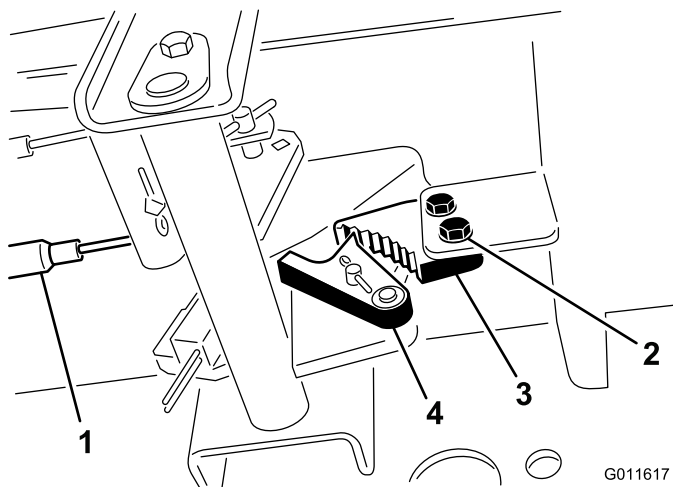

Bild 67
1. Lösen Sie die zwei Schrauben, mit denen die Sperre der Feststellbremse am Rahmen befestigt ist (Bild 67).
2. Drücken Sie das Pedal der Feststellbremse nach vorne, bis die Bremsenarretierung ganz an der Bremssperre greift (Bild 67).